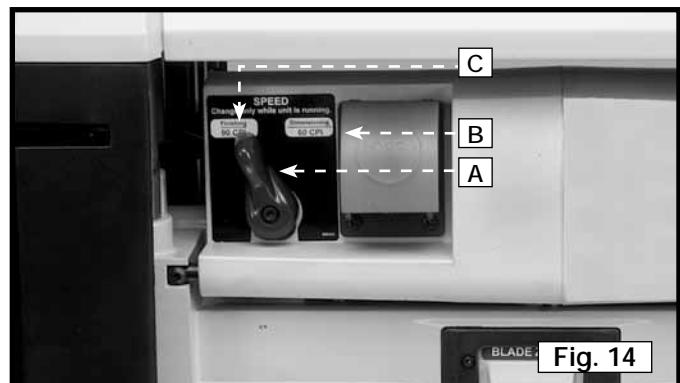

Fig. 14
1. La 22-580 es una cepilladora de dos velocidades. El pomo de control de velocidad (A) se muestra en la Fig. 14.
2. La velocidad de "dimensionamiento" (B), Fig. 14, debe utilizarse para dimensionar la tabla; la velocidad es de 60 cortes por pulgada.
3. La velocidad de "acabado" (C), Fig. 14, debe utilizarse cuando la tabla esté cerca del tamaño de acabado deseado; la velocidad es de 90 cortes por pulgada.